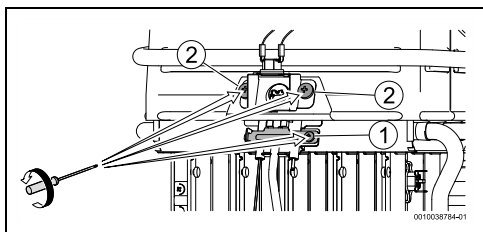

Fig. 20
- ▶ Retirar lo tornillo que fija el soporte del quemador piloto, Fig. 20, [1].
- ▶ Retirar los tornillos que fijan el soporte del dispositivo para el control de estado de la cámara de combustión, Fig. 20, [2].